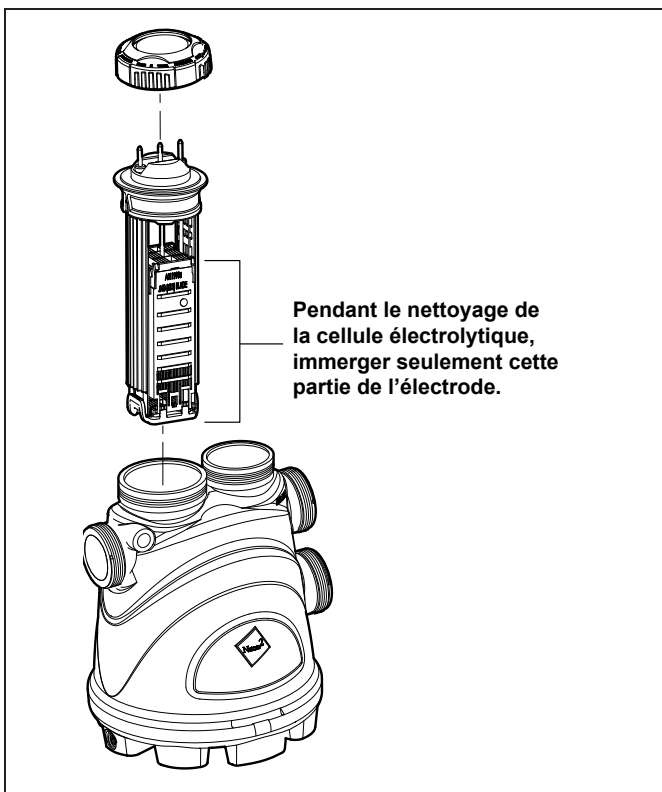

Figure 18. Nettoyage de la cellule électrolytique
5. Mélanger la solution de nettoyage dans un contenant en plastique approprié, en ajoutant une (1) partie d'acide chlorhydrique (muriatique) à dix (10) parties d'eau. Remarque : Pour éviter les éclaboussures, toujours AJOUTER DE L'ACIDE CHLORHYDRIQUE À DE L'EAU, plutôt que d'ajouter de l'eau à l'acide chlorhydrique. Des solutions plus fortes que 1:10 endommageront la cellule électrolytique et annuleront la garantie. Immerger dans la solution de nettoyage uniquement les plaques de la cellule électrolytique. Voir la Figure 18. Laisser tremper dans la solution de nettoyage pendant environ cinq (5) minutes pour faire dissoudre le tartre.